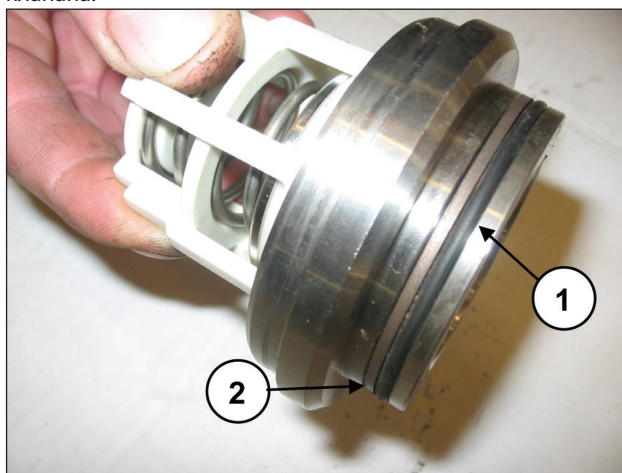

Рис. 106
Установите уплотнительное кольцо поз. №5 на детализовочном чертеже (поз. ①, Рис. 106) и антиэкструзионное кольцо поз. №15 на детализовочном чертеже (поз. ②, Рис. 106) в гнездо нагнетательного клапана.